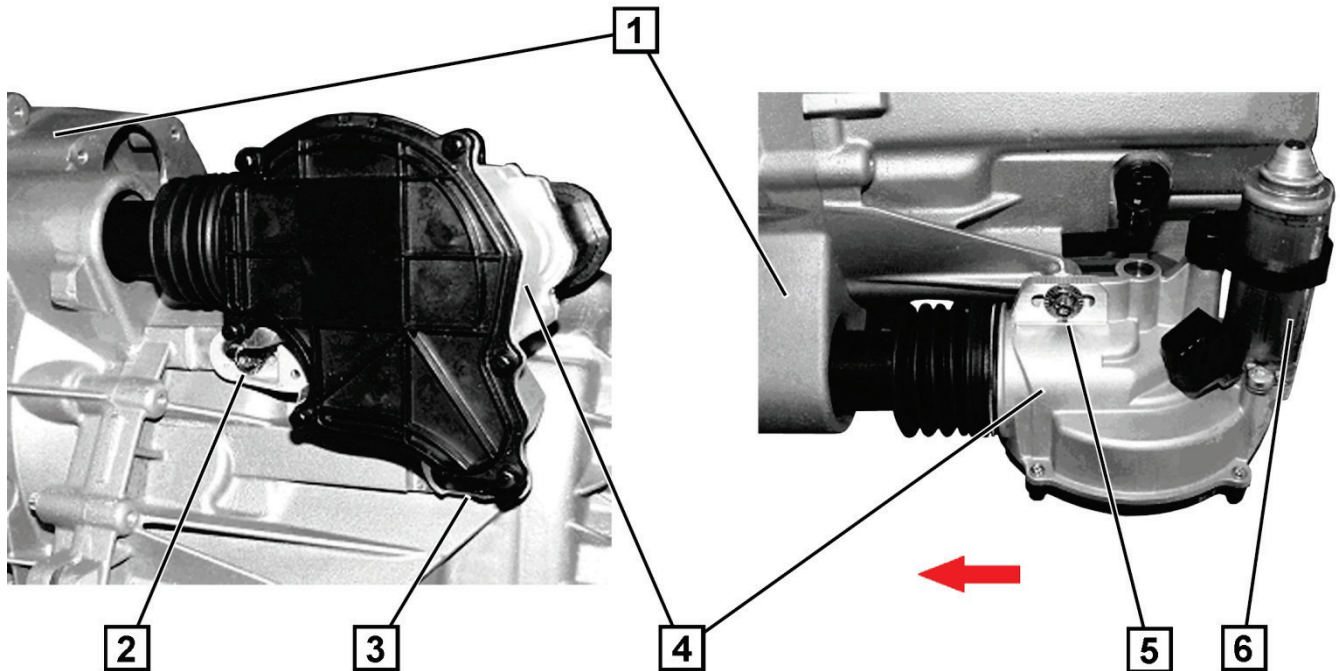

Abb. 1: Kupplungsaktuator: smart fortwo (451) / smart forfour (454) / Mitsubishi Colt VI (Z_)
3. Kupplungsaktuator **3 Skalenmarkierungen** (± 6 mm) in Pfeilrichtung drücken (Abb.1).